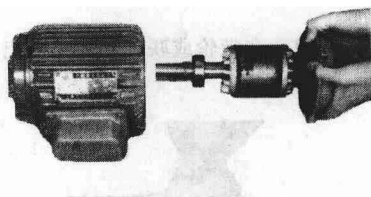

图 1-12 将后端盖与转子一起抬出机座
- ② 当后端盖稍与机座脱开，即可把后端盖连同转子一起抬出机座，如图 1-12 所示。